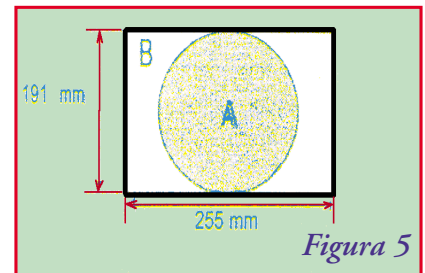

Figura 5
Centrado significa ubicar el punto central del display en el centro del área del display. El ajuste del display se efectúa con los controles de amplitud y posición horizontal y amplitud y posición vertical. El ajuste óptimo de la amplitud horizontal y vertical corresponde a 255 mm (H) y 191 mm (V) (lo veremos en la figura 5).
En la figura 5 vemos la extensión de las áreas (A) y (B).